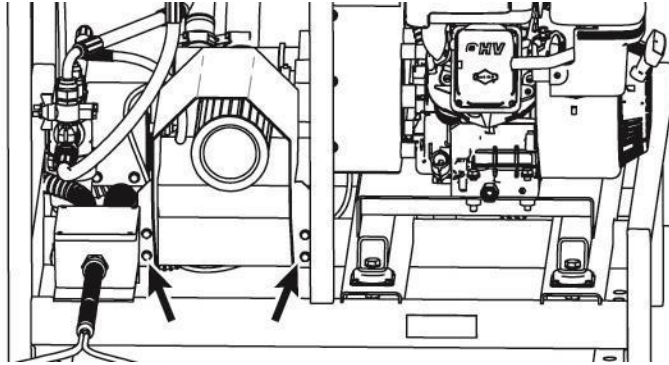

Fig. 10 - Ubicación de los pernos de la tapa del filtro
4. Localice el presostato en la caja de conexiones - véase la Fig. 10. Con una llave Allen de 2 mm, gire el tornillo de ajuste hasta que el indicador de **aire** de la caja de control se apague. Girando el tornillo en el sentido contrario a las agujas del reloj el indicador se iluminará y girándolo en el sentido de las agujas del reloj se apagará.
7. Gire el tornillo de ajuste en sentido contrario a las agujas del reloj la mitad de la cantidad anotada en el paso (6).